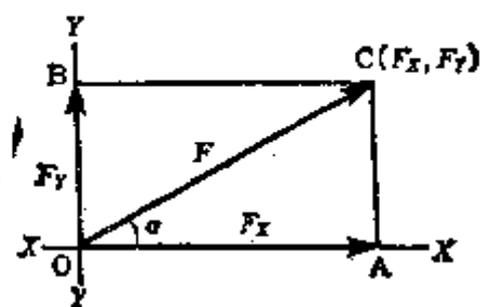
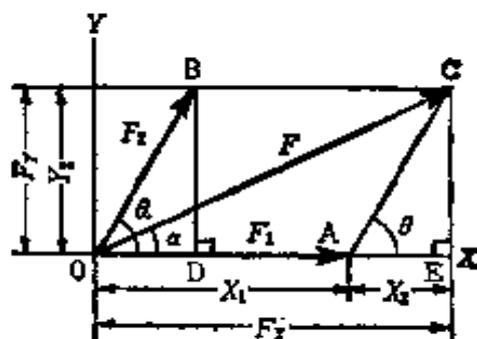

图1.1 正交分力
图1.2
**【解说】** 二力正交时力的合成，如图1.1所示，作矩形，求出对角线。这就是二力合成的力(合力)。二力 $F_1$ 、 $F_2$ 相交成任意角 $\theta$ 时力的合成，如图1.2所示，作出平行四边形并求解。合力的倾角为 $\alpha$ ，即或二力是正交时也可以使用(3)式求出。